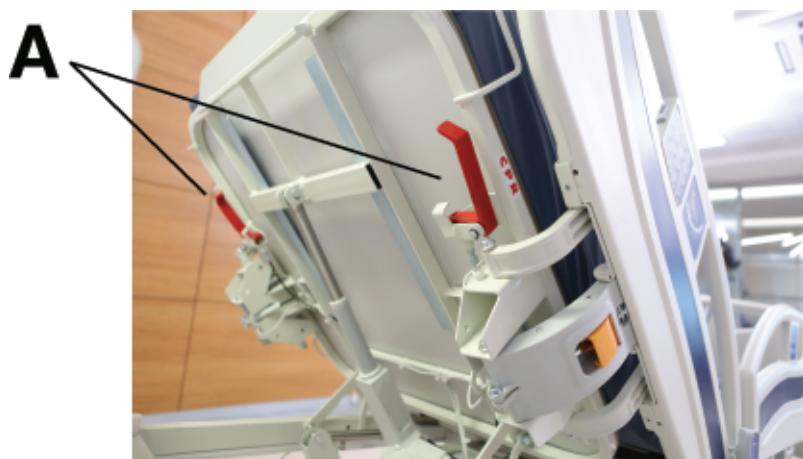

Рисунок 13 – Рычаг перевода изделия в положение для СЛР
1. Возьмитесь за один из рычагов (А) и переместите его наружу (Рисунок 13).